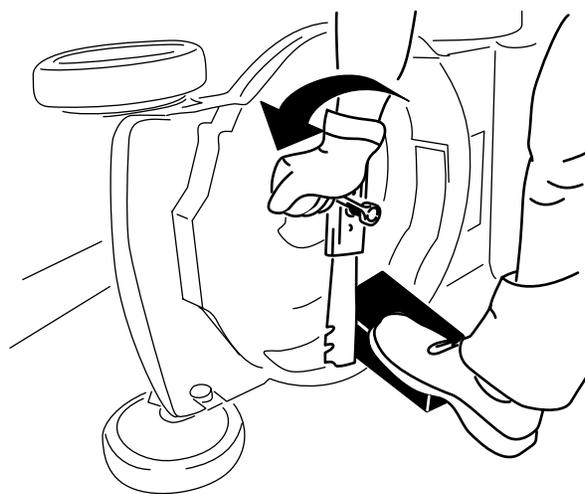

Figura 23
2. Utilize um bloco de madeira para manter a lâmina segura (Figura 23).
3. Retire a lâmina guardando todo o equipamento de montagem (Figura 23).